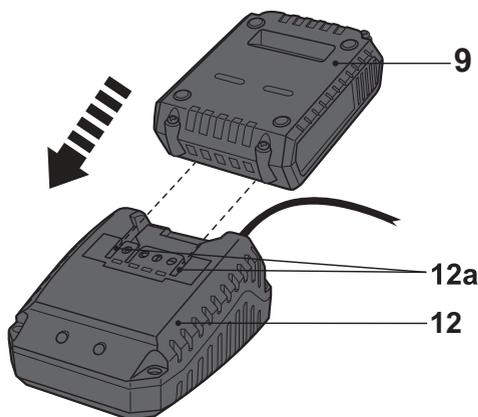
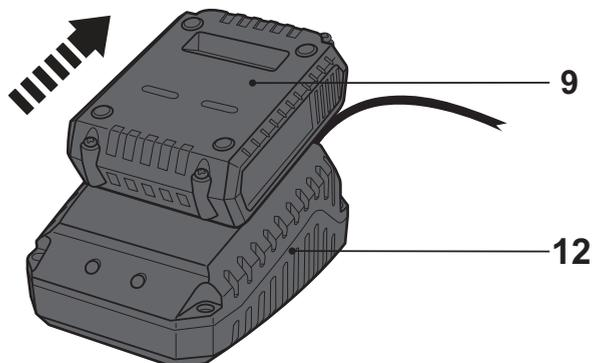

Fig. 6
Fig. 7
- > Alignez et faites glisser la batterie (9) dans les rainures (12a) du chargeur (12) jusqu'à ce qu'elle s'enclenche (Fig. 6).
- > Raccordez le chargeur (12) à l'alimentation électrique.
- > Le témoin d'état de charge (ROUGE) (12e) présent sur le chargeur (12) s'allume.
- > Une fois la charge terminée (normalement au bout de 1 heure ; voir ci-dessous la section « Témoins d'alimentation/d'état de charge » en ce qui concerne l'état de charge), débranchez le chargeur (12).
- > Retirez la batterie (9) du chargeur (12) (Fig. 7).